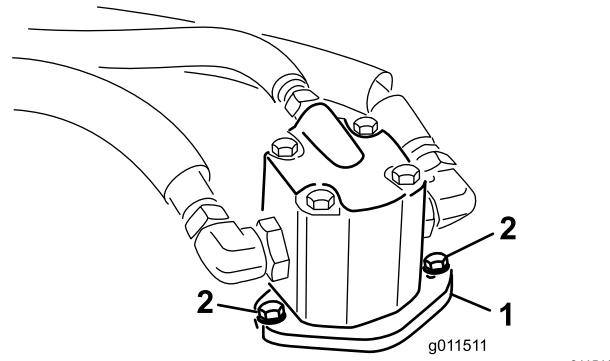

Figura 98
4. Retire os parafusos que fixam o motor hidráulico à plataforma do cortador (Figura 98).